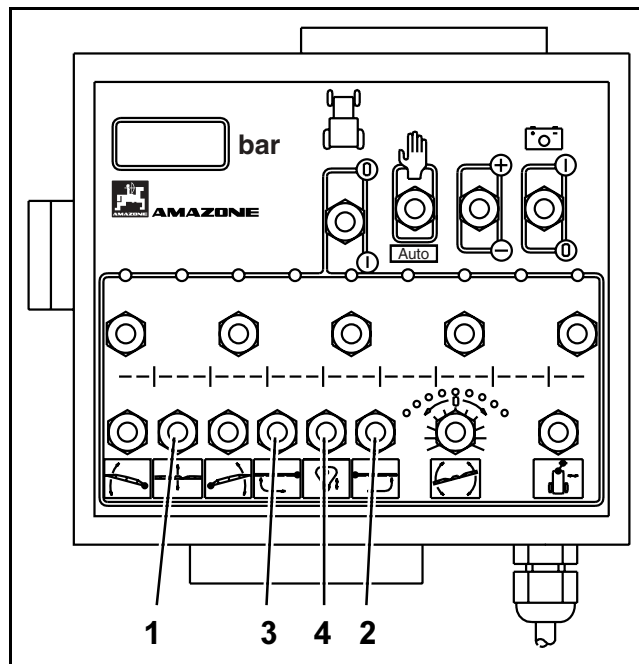

Рис. 81
- Нажмите клавишу (Рис. 81/1) и поднимите, таким образом, штанги в среднее положение.
- **Заблокируйте устройство гашения колебаний в транспортном положении при помощи клавиши (Рис. 81/4).**
- Для этого клавишу (Рис. 81/3) держите в положении "Складывание", пока полностью не сложатся отдельные сегменты левой консоли штанг.
- Для этого клавишу (Рис. 81/2) держите в положении "Складывание", пока полностью не сложатся отдельные сегменты правой консоли штанг.